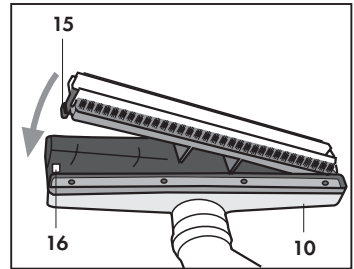

Abb. 17
Um auf das Universalteil (10) den Einsatz mit den Leisten zu montieren, genügt es die beiden Teile zusammenzufügen und fest anzudrücken, bis der Haken (15) der Bürste im Sitz (16) des Universalteils (10) einrastet (**Abb. 17**).